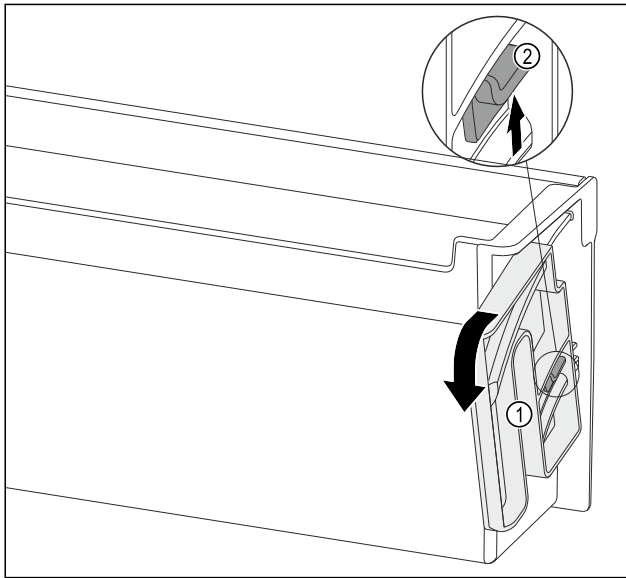

Fig. 113
- ▶ Dreheinheit Fig. 113 (1) in die angegebene Richtung bis zum Anschlag drehen.
- ▶ Lasche Fig. 113 (2) nach oben drücken und Dreheinheit Fig. 113 (1) entnehmen.